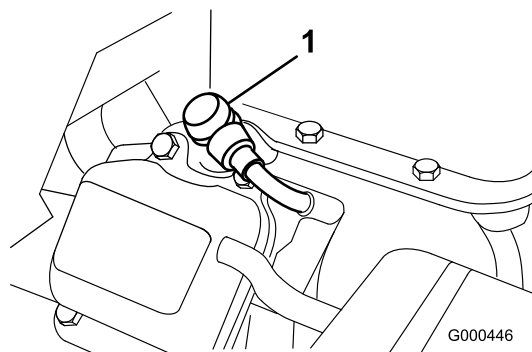

Bild 25
1. Ziehen Sie den eingegossenen Zündkerzenstecker ab (Bild 25).